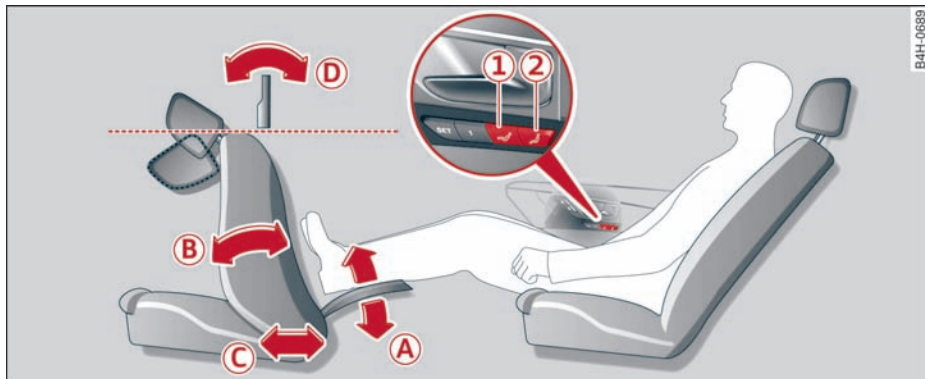

图 59 后车门：设置座椅躺坐位置
- ① - 设置躺坐位置：按住按钮 ① ⇒ 图 59，直到座椅和副驾驶员座椅达到终极位置 ⇒ 图 59。大腿支撑根据上次调节情况同时翻出。当座椅在躺坐位置上时，不能使用副驾驶员座椅 ⇒ △。
- ② - 调整正常位置：按住按钮 ②，直到副驾驶员座椅达到终极位置，并且其头枕垂直。大腿支撑同时翻回 ⇒ △。